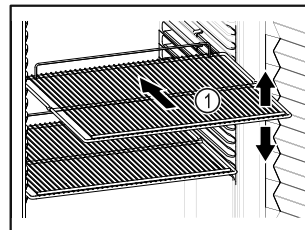

Fig. 60 Ενδεικτική απεικόνιση
- Εάν οι σχάρες Fig. 60 (1) είναι ρυθμιζόμενες, προσαρμόστε τα ανάλογα με το ύψος.